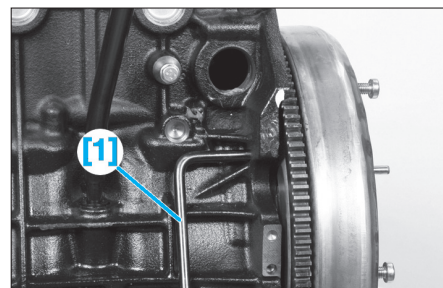

Fig. 91
- [1]. Pige de volant moteur (réf : 0188.X) (Fig.91).
- Une fois les carters d'huile inférieur et supérieur ainsi que la pompe à huile déposés, piger le volant moteur à l'aide de l'outil [1] (Fig.91).